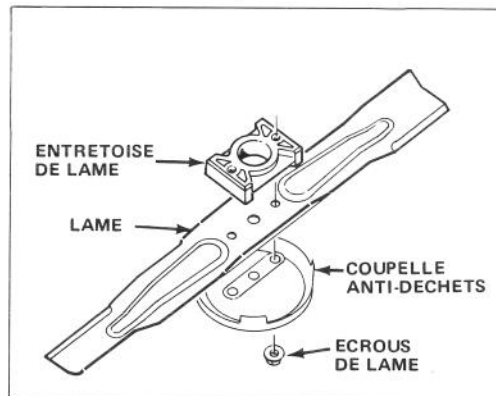

Figure 22
- 5A. **RETRAIT DE LA LAME** — Saisissez l'extrémité de la lame en vous servant d'un chiffon ou d'un gant bien rembourré. Retirez les écrous de lame, la coupelle anti-debris, la lame, l'entretoise de lame (Fig. 22).